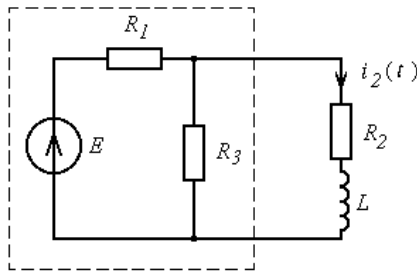

Рисунок 4.52
2. Схему после коммутации можно преобразовать к виду (рисунок 4.52, 4.53):
9. Так как напряжение на участке с элементами R_2, L равно напряжению на элементе R_3 (участки соединены между собой параллельно см. рисунок 4.52), то по закону Ома находим ток